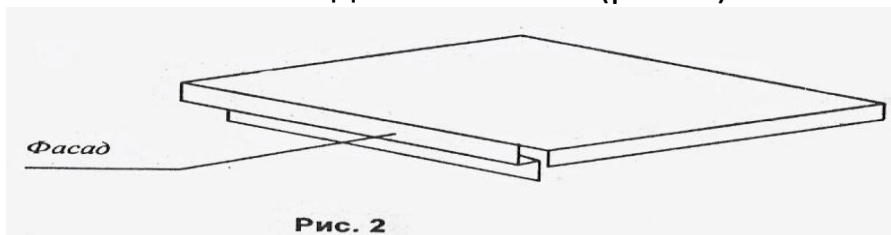

Рис. 2
**Крышка шкафа.** На внутренней поверхности крышки с трех сторон располагаются 4 детали с восемью продолговатыми отверстиями для крепления к боковым и задним стенкам (рис. 2)